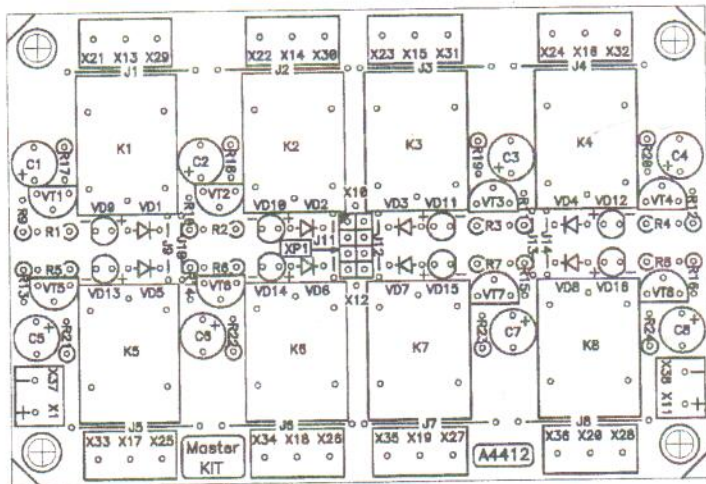

Рис.3 Схема монтажная
3. Установите все детали согласно рис.3 в следующей последовательности: сначала малогабаритные, а потом все остальные элементы.